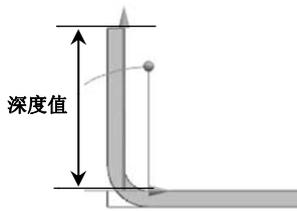

图 5.17 内侧
- (6) **参考长度** 下拉列表：用于设置弯边长度的参考。
- **内侧** 选项：用于表示钣金深度，即从折弯面的内侧端部开始计算，直到折弯平面区域的端部为止的距离，如图 5.17 所示。